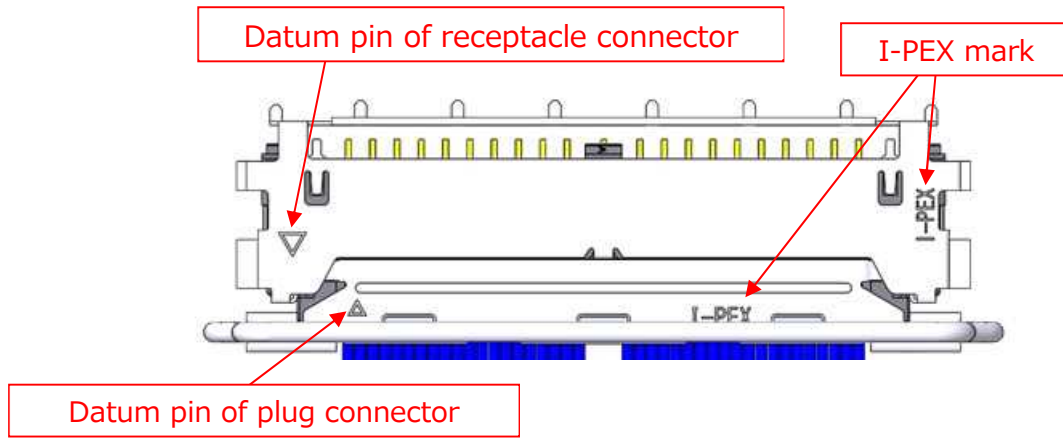

Fig.1
- 1-1 図 1 のように、Plug コネクタと Receptacle コネクタのデータマークが一致するようにセットします。
As shown in Fig.1, please set so that the datum pin mark of plug connector and receptacle connector are matched.